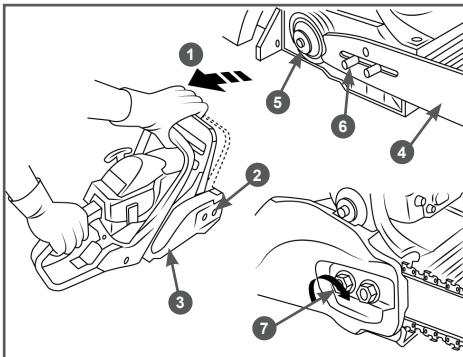

Рис. 2 Установка шины
- Перед установкой шины и цепи убедитесь в том, что тормоз цепи находится в расторможенном положении. Для этого ручку тормоза 1 (Рис. 2) потяните на себя до щелчка.
- Открутите гайки 2 и снимите крышку шины 3 (Рис. 2).
- Установите шину 4 пазом на шпильки крепления шины 6 и передвиньте ее в сторону муфты сцепления 5 для облегчения установки цепи (Рис. 2).
- Вращая винт шестерни натяжения цепи 7 (Рис. 2) против часовой стрелки, установите палец натяжителя в крайнее левое положение. Установите на место крышку шины 3 (Рис. 2).
- Отрегулируйте натяжение цепи (см. раздел «Регулировка натяжения цепи» вращая винт шестерни натяжения цепи 7 (Рис. 2) по часовой стрелке.